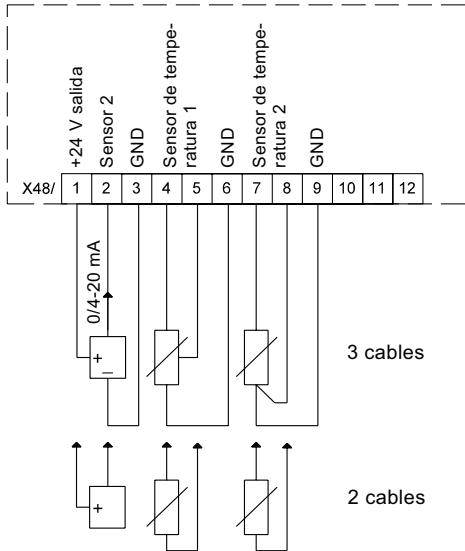

Fig. 2 Esquema de conexiones eléctricas, MCB 114
4. Conectar los cables de señal, y fijar los cables con las tiras para cable que se adjuntan. Ver fig. 2.